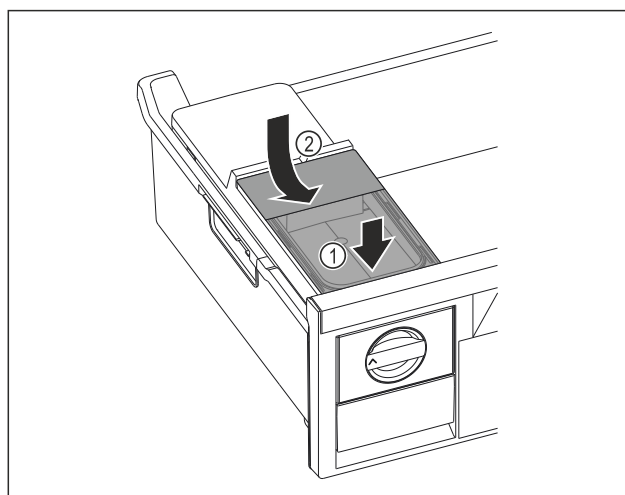

Fig. 72
- Așezați în față rezervorul de apă. Fig. 72 (1)
► Coborâți în spate rezervorul de apă. Fig. 72 (2)